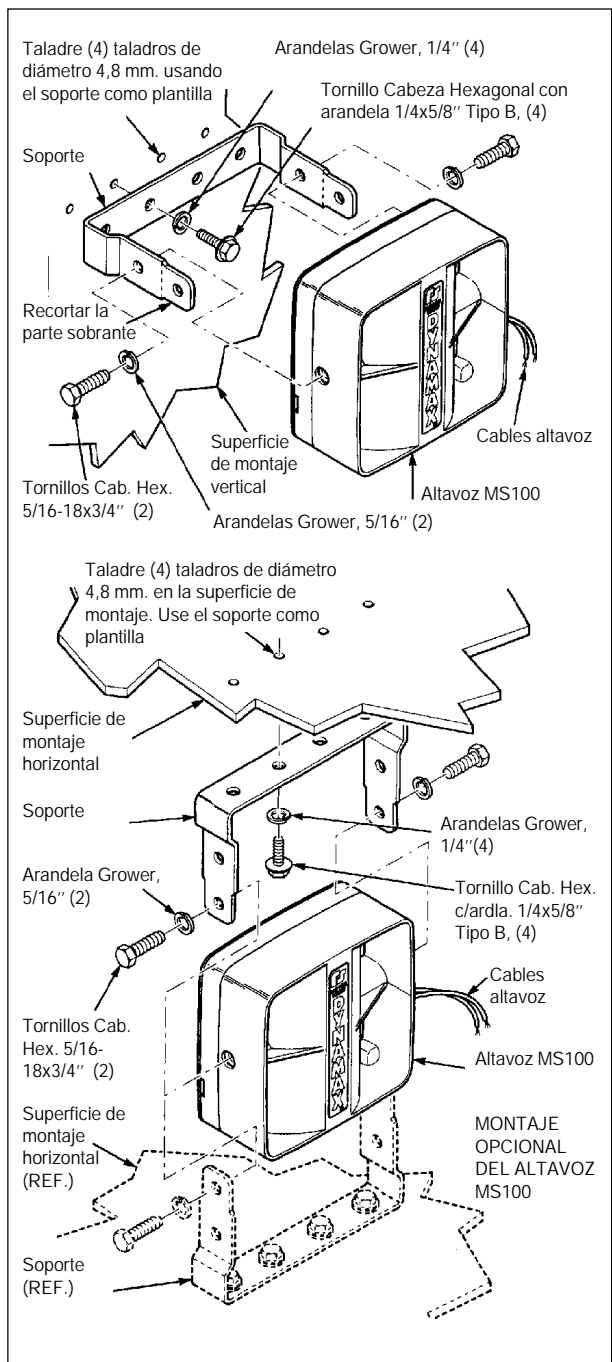

Figura 1.
b. Fije el soporte suministrado al altavoz usando los tornillos 5/16-18x3/4" y las arandelas Grower como se ve en la figura 1. No apriete los tornillos a la vez.
e. Fije el soporte, o el equipo, a la superficie de montaje usando los tornillos de 1/4"x5/8" tipo B y las arandelas Grower de 1/4" según se ve la figura 1. Posicione el frontal del altavoz perpendicular a la superficie horizontal de montaje o paralelo a la superficie vertical de montaje, y asegure el altavoz al soporte con los tornillos de 5/16-18x3/4".